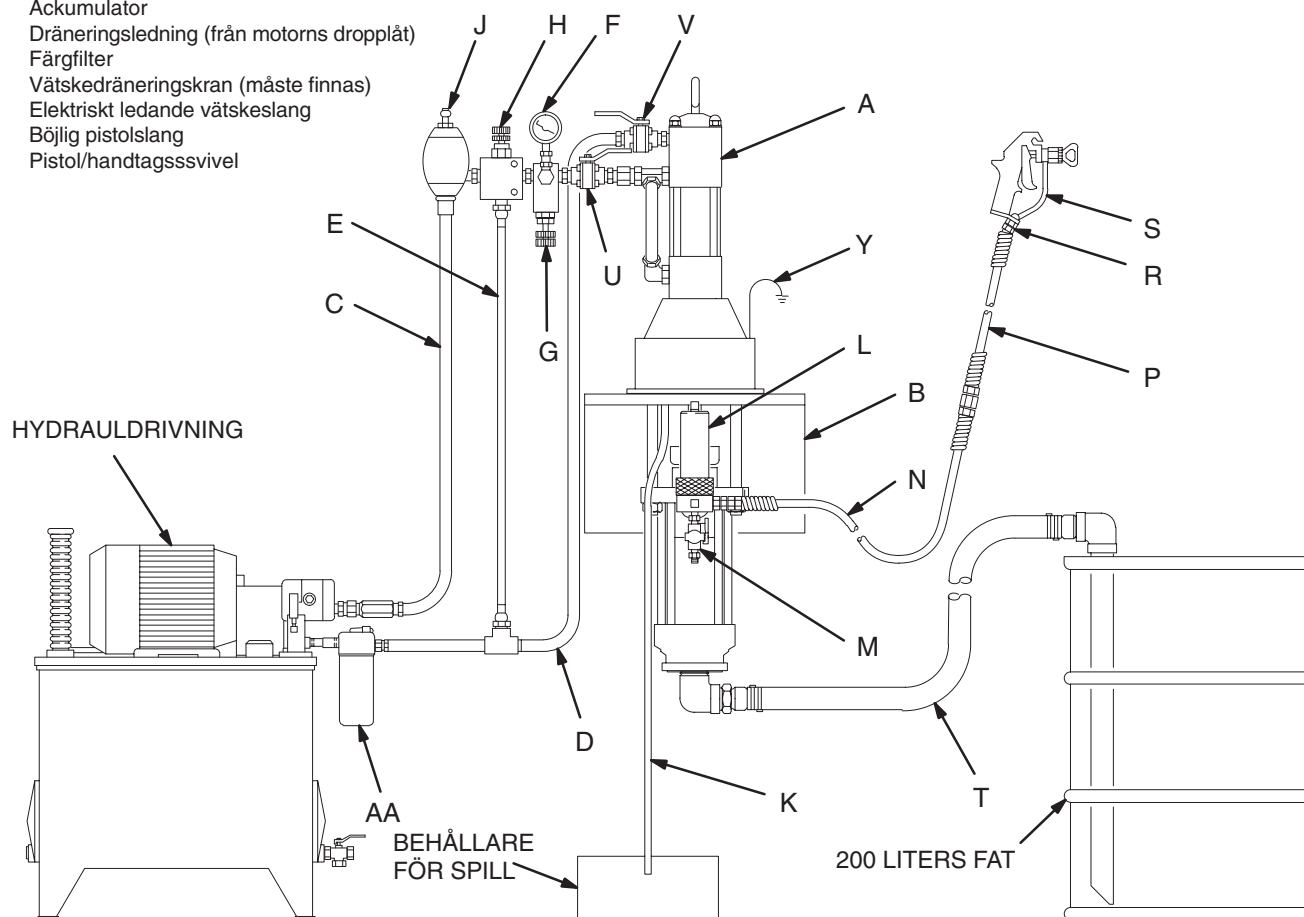

Fig. 4
Fig. 4 är enbart en vägledning vid val och installation av systemkomponenter och tillbehör. Kontakta din Graco-leverantör så får du hjälp med konstruktion av ett system som är anpassat till dina specifika behov.
Montera pumpen (A) så att den passar för planerad installation. Fig. 4 visar ett väggmonterat system. Pumpdimensioner och monteringshålens hålschema finns på sidorna 35 och 36.
Montera följande tillbehör på hydraulledningen (C), i ordningen enligt Fig. 4, och använd vid behov adaptrar:
- **En avstängningskran (U)** kopplar bort pumpen för service.
- **En vätskestrycksmått (F)** för övervakning av hydraultrycket till motorn för att undvika övertryck i motor och kolvump och **en tryck- och temperaturkompenserad flödesstyrningsventil (G)** som skyddar motorn mot rusning då den kan skada sig själv.
- **En tryckreduceringsventil (H), med dräneringsledning (E)** dragen direkt till returledningen (D).
- **En ackumulator (J)** som minskar tryckstötar orsakade av att motorn växlar riktning.
Montera följande tillbehör på hydraulreturledningen (D), i ordningen enligt Fig. 4, och använd vid behov adaptrar:
- **En avstängningskran (V)** kopplar bort pumpen för service.
- **Ett 10 mikron (400 mesh) filter (AA).**
Montera följande tillbehör på plats enligt Fig. 4, med användning av adaptrar där så krävs:
1. Se Fig. 4 på sidan 11. Anslut sugsetsen (T) till pumpens vätskeintag. Sätt ner sugröret i vätskebehållaren.
3. Se till att avstängningskranarna i matningen (U) och i returledningen (V) är stängda.
5. Håll en metalldel av pistolen/handtaget (S) stadigt mot kanten av en jordad plåttunna och tryck på avtryckaren.
6. Öppna avstängningskranen (V) i returledningen *först*, och öppna sedan sakta avstängningskranen (U) i matningen.